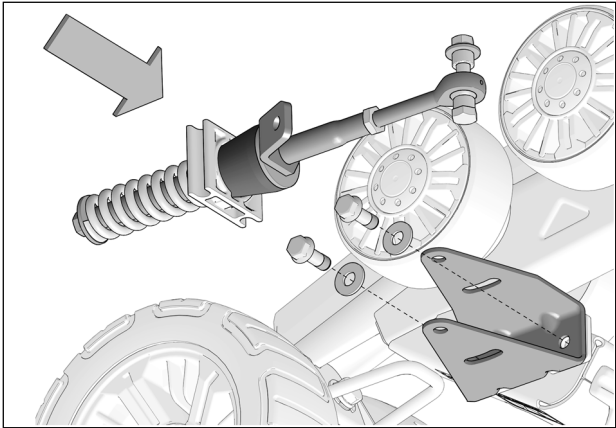

Fig. 15
6. Réinstaller les boulons de fixation et les rondelles aux ancrages anti-rotation. Serrer les boulons à un couple de 50 N•m [37 lb•pi]. Remettre les bras stabilisateurs en position. Voir la Fig. 15